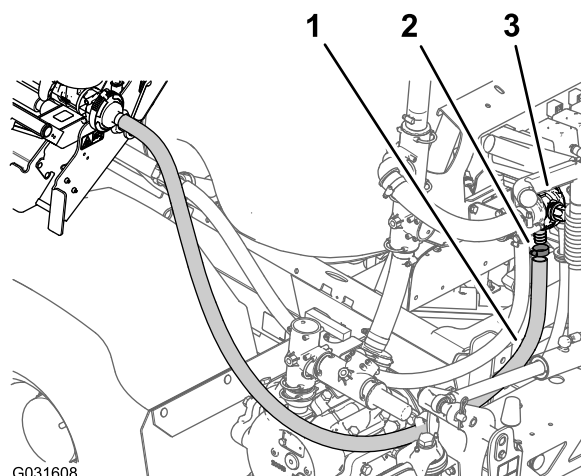

図 36
7. エダクタの給水ホースをエダクタ制御バルブのバーブ付きフィッティングに固定しているホースクランプを外す 図 36。
8. エダクタ制御バルブからホースを外す 図 36。